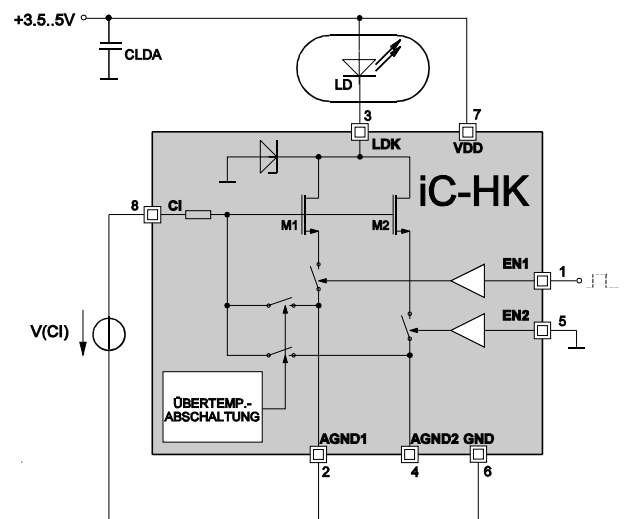
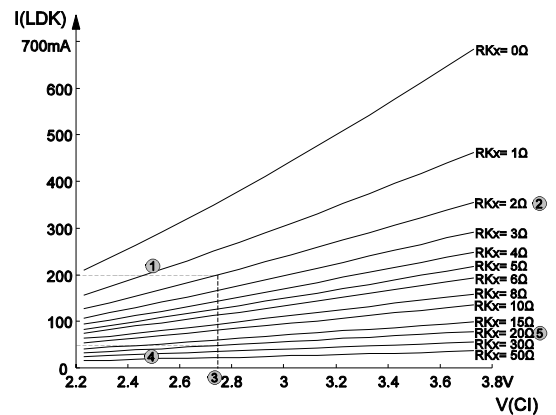

Bild 3: Beschaltung des iC-HK für Beispiel 1 - Pulsstrom von 100 mA
Bild 4: Bestimmung  $V(\text{CI})$  für Beispiel 2 und 3
Wird die in Bild 3 gezeigte Schaltung verwendet und am Pin CI eine Spannung von 1.75 V angelegt, so kann durch eine vorgegebene Pulsfolge an einem der beiden ENx-Pins (der andere muß auf GND gelegt werden) der Laserdiodenstrom zwischen typisch 0 mA und 100 mA geschaltet werden.
3. wie in Bild 4 gezeigt (s. a. Datenblatt Bild 3) zu  $I(\text{LDK}) = 200 \text{ mA}$  einen RK-Wert auswählen und das zugehörige  $V(\text{CI})$  bestimmen, z. B.  $RK = 2 \Omega$  und  $V(\text{CI}) = 2.75 \text{ V}$
4. wiederum wie in Bild 4 gezeigt zu  $I(\text{LDK}) = 50 \text{ mA}$  und  $V(\text{CI}) = 2.75 \text{ V}$  den zugehörigen Wert von RK bestimmen:  $20 \Omega$
4. aus Bild 3 des Datenblatts zu  $I(\text{LDK}) = 100 \text{ mA}$  und  $V(\text{Cl}) = 3 \text{ V}$  den zugehörigen Wert von  $RK2$  ablesen: ca.  $9 \Omega$